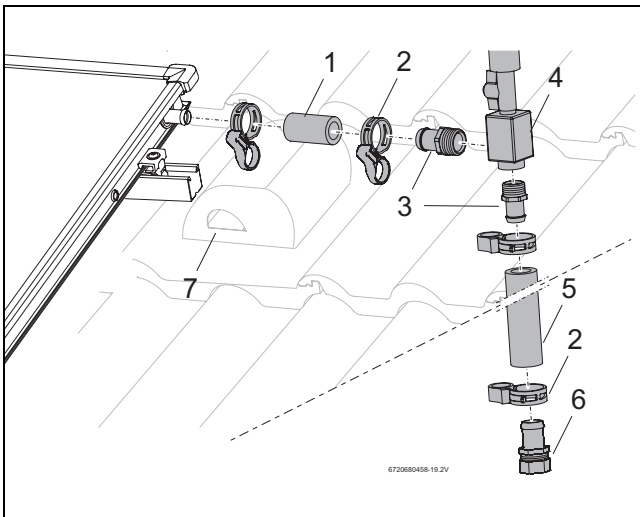

Bild 52 Entlüfter über dem Dach montieren
- ▶ Solarschlauch (55 mm, Bild 52, [1]) auf den Vorlaufanschluss des Kollektorfeldes aufschieben und mit Federbandschelle fixieren.
- ▶ Schlauchtülle R $\frac{3}{4}$ mit O-Ring (Bild 52, [3]) in den Lufttopf (Bild 52, [4]) einschrauben.
- ▶ Schlauchtülle (Bild 52, [3]) bis zum Anschlag in den Solarschlauch (Bild 52, [1] und [5]) schieben und mit Federbandschelle (Bild 52, [2]) sichern.
- ▶ Solarschlauch bis zum Anschlag auf die Schlauchtülle mit Klemmringverschraubung (Bild 52, [6]) schieben und mit Federbandschelle sichern.
- ▶ Solarschlauch zusammen mit dem Fühlerkabel durch die Entlüftungspfanne (Bild 52, [7]) und durch die Dachisolierung führen.
- ▶ Sammelleitung an die Schlauchtülle mit Klemmringverschraubung (18 mm) (Bild 52, [6]) anschließen.